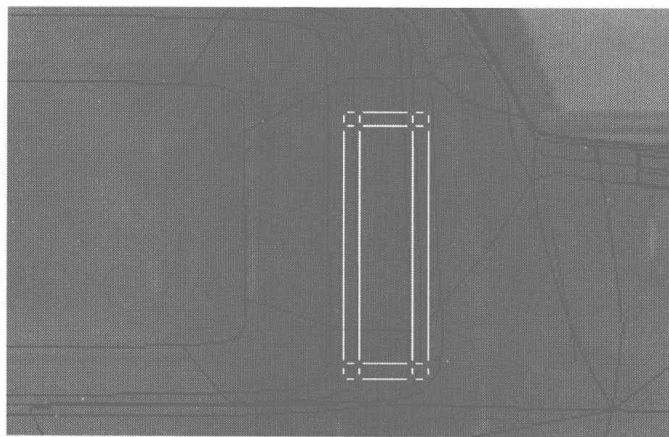

图 6.190
- 02** 切换为节点编辑，在 Back 视图中调整节点，如图 6.190 所示，再切换为面编辑，选择 Box 的底面，将其删除。